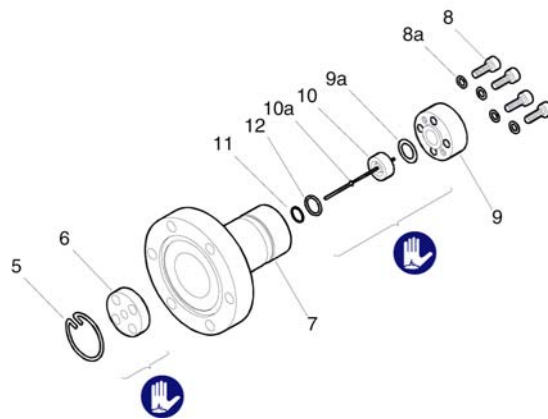

図 2b
- a) センタリング用リング(12)の付いた新しい金属シール(11)を測定チャンバ(7)の中心に挿入します。シール面、シール、セラミック部が清浄でなければなりません (→図 2b)。